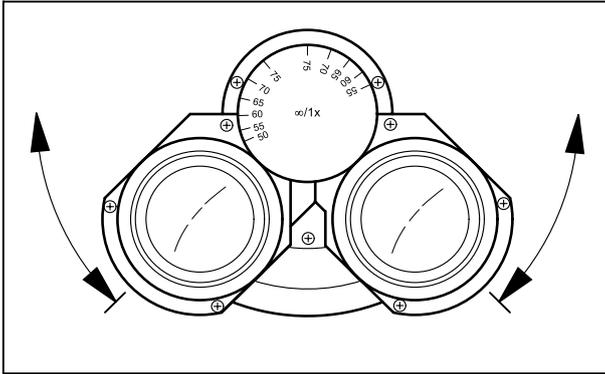

Bild 5 Okularabstand einstellen
- Okularabstand (Pupillendistanz) durch symmetrisches Schwenken der beiden Okularstutzen gegeneinander an den individuellen Augenabstand des Beobachters anpassen (Bild 5).